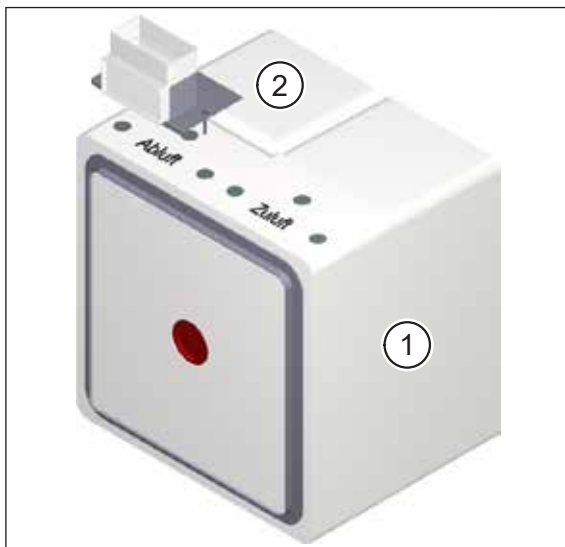
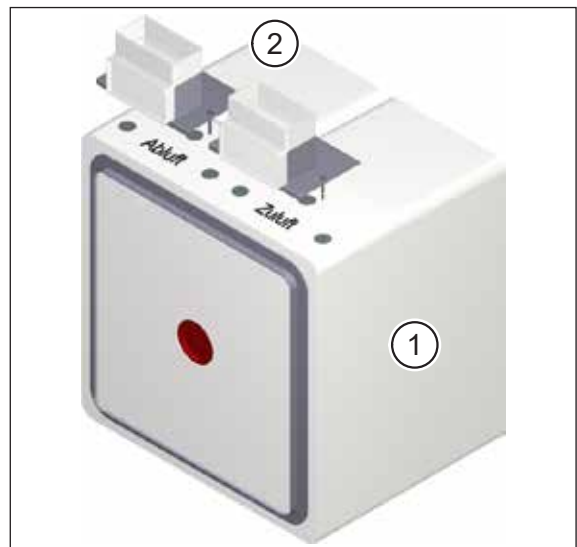

Abb. 1: Montageset M-WRG-M/MB-FK1 mit optionalem Füllstück M-WRG-M/Fü
Abb. 2: Montageset M-WRG-M/MB-FK2 mit optionalem Füllstück M-WRG-M/Fü
- M-WRG-M/MB-FK1 mit einem Flachkanalanschluss 110 x 54 mm für Abluft **oder** Zuluft (siehe Abb. 1)
- Typ M-WRG-M/MB-FK2 mit zwei Flachkanalanschlüssen 110 x 54 mm für Abluft **und** Zuluft (siehe Abb. 2)
Falls im Neubau für das Montageset eine komplette Maueröffnung oder in der Nachrüstung ein kompletter Mauerdurchbruch geplant ist, bietet sich zum Füllen der Wand das optionale Füllstück M-WRG-M/Fü (Pos. 2 in Abb. 1 und Abb. 2) an.